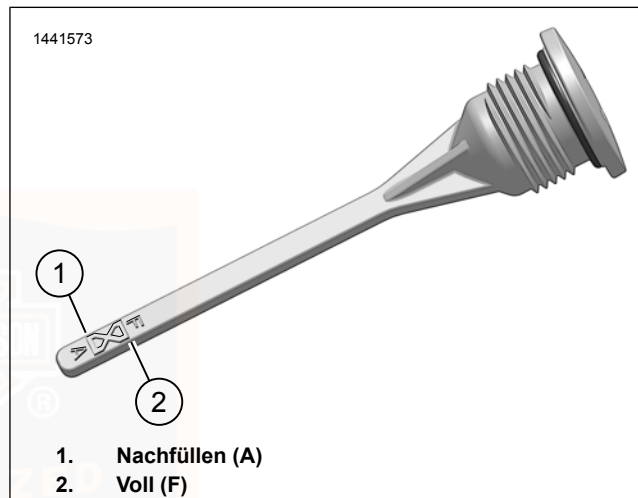

Abbildung 67. Getriebeschmiermittelstand
4. Siehe Abbildung 67. Einfüllverschlussstopfen/Ölmessstab entfernen. Den Schmiermittelstand auf dem Ölmessstab prüfen. Der richtige Ölstand liegt zwischen den Markierungen Add (A) (1) und Full (F) (2).
1. Siehe Abbildung 67. Den Getriebeeinflussverschlussstopfen/Ölmesstab entfernen.
6. Den Schmiermittelstand prüfen. Ausreichend Schmiermittel zugeben, bis der Füllstand zwischen den Markierungen A (Hinzufügen) und F (Voll) liegt. Siehe Abbildung 67.